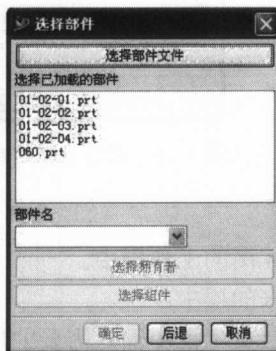

图 1-7 “选择部件”对话框
- 02** 选择要进行装配的部件几何模型。在主菜单上单击【装配】→【组件】→【添加现有的组件】按钮或者单击图标 ，系统弹出如图 1-7 所示的对话框。